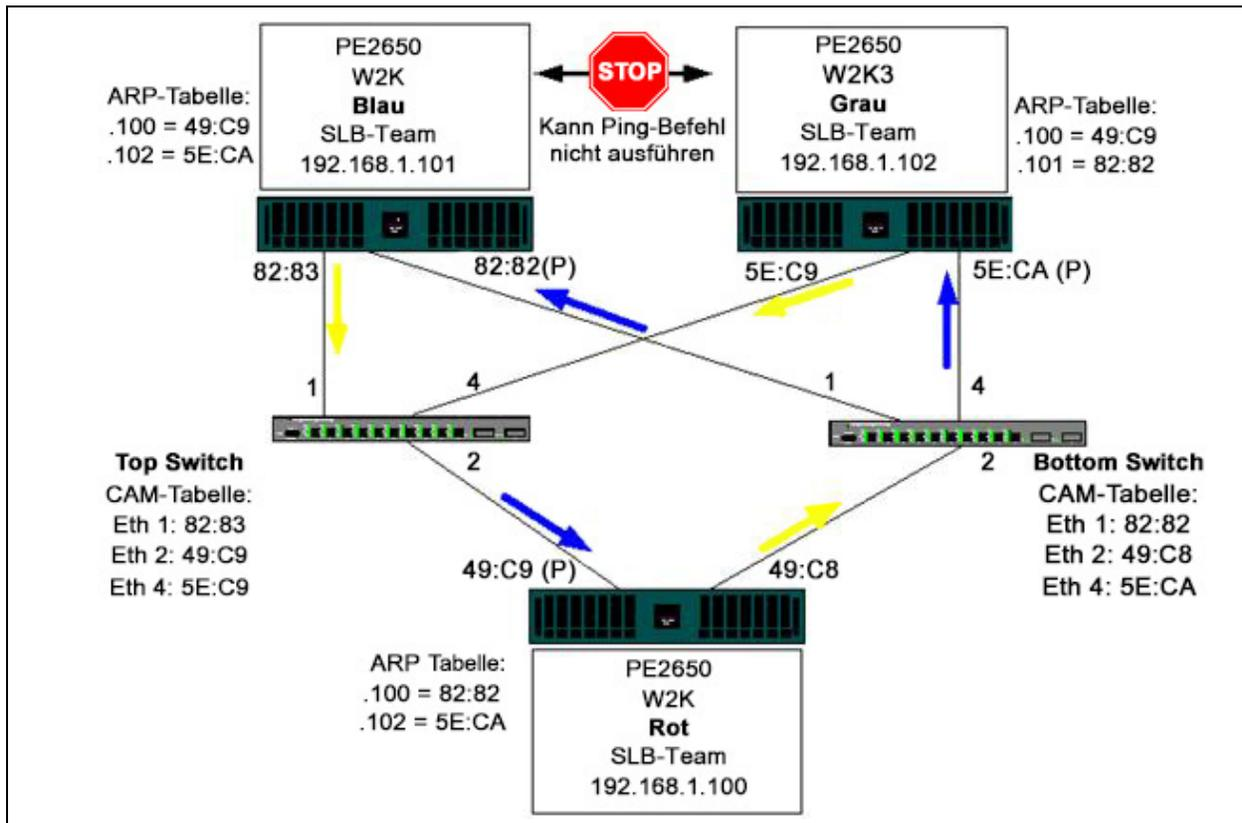

Abbildung 11-3. Switch-übergreifendes Teaming ohne Verbindung zwischen den Switches
- Abbildung 11-3 zeigt eine Konfiguration ohne Verbindungskabel zwischen den beiden Switches.